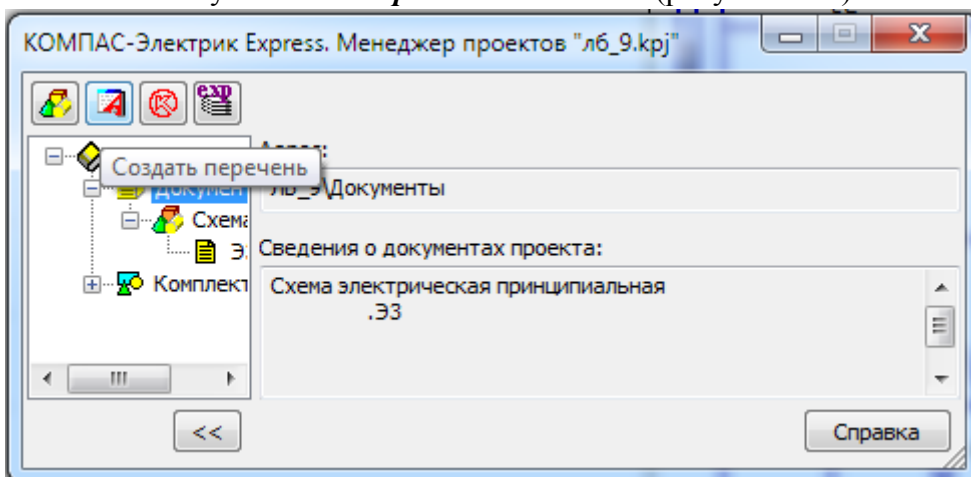

Рисунок 4.16
- нажать кнопку **Создать перечень элементов** (рисунок 4.16).